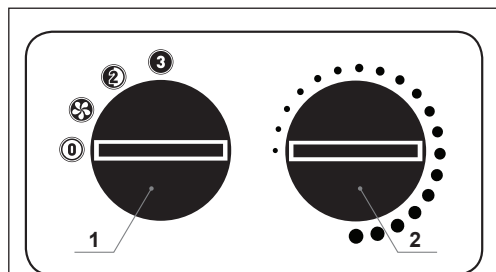

Рис. 2. Блок управления ТВК-2000, ТВК-3000:
Перед включением тепловой пушки в сеть ручка переключателя режимов 1 (рис. 2, 3) должна находиться в положение «0» (0), а ручка терморегулятора 2 повернута в крайнее против часовой стрелки положение.